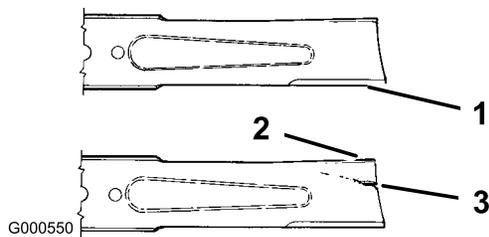

Bild 34
1. Untersuchen Sie die Schnittkanten (Bild 34). Bauen Sie, wenn die Kanten nicht scharf sind oder Kerben aufweisen, die Schnittmesser aus und schärfen sie; siehe Schärfen der Messer.
2. Prüfen Sie die Schnittmesser, insbesondere den gebogenen Bereich (Bild 34). Montieren Sie, wenn
Sie Schäden, Verschleiß oder Rillenbildung in diesem Bereich feststellen (Bild 34), sofort ein neues Schnittmesser.